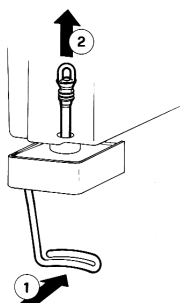

figura 3
7 - **Grifo con tubo de goma:** empujar la palanca mando grifo (1) y sacar (2) el tubo goma de salida desde su situación vertical en el fondo del contenedor (ver figura 3).